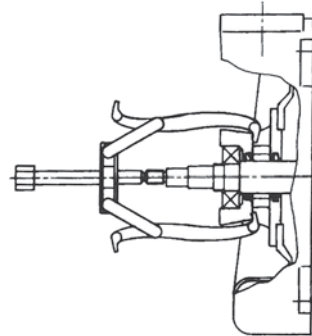

図2
- (3) キー⑪を外す。
- (4) ベアリング押エ⑥のネジを外し、ベアリング押エを外す。
- (5) ベアリングナット⑬、ベアリングワッシャ⑭を外す。
- (6) 出口側ベアリングボックス⑤を止めているボルトを外し、**図2**のごとくプーリ抜きを出口側ベアリングボックス⑤にかけ、ベアリング⑩と共に抜く。